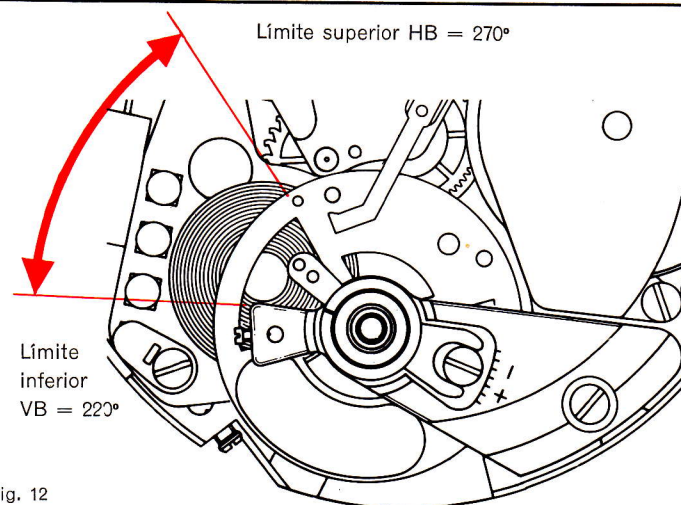

Fig. 12
- 16.1. Para una máquina en buenas condiciones y equipada con una pila cuya tensión sea de 1,35 V., la amplitud del volante estará comprendida entre los siguientes límites: Fig. 12.